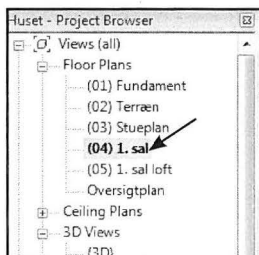

Fig. 09.106. Stå i 1. sal.
- Stå i (04) 1. sal (Fig. 09.106).